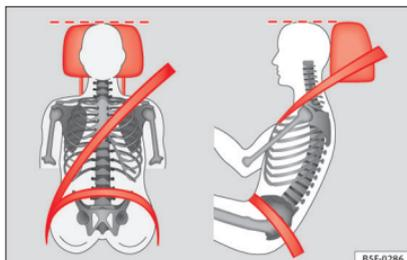

Abb. 82 Richtig eingestellte Kopfstütze von vorne und seitlich betrachtet.
- Stellen Sie die Kopfstützen so ein, dass sich die Oberkante der Kopfstütze möglichst auf einer Linie mit dem oberen Teil des Kopfes, jedoch nicht niedriger als Augenhöhe befindet » **Abb. 82.**